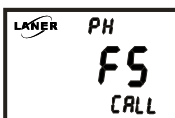

图 8-5
1、在仪表通电前按住 **ENT** 键，然后接通电源，仪表显示 F5 后松开，如图 8-5 显示。